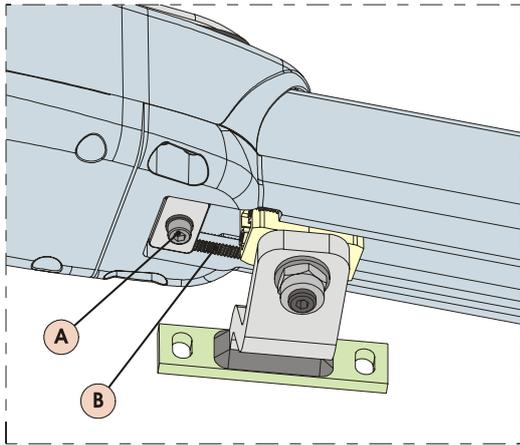

Abb. 17
- 3) Die Befestigungsschraube Abb. 17 – Bez. A lockern. Es ist nicht erforderlich, die Schraube vollständig abzunehmen.
**ACHTUNG:** Der mechanische Anschlag arbeitet gekoppelt mit einem Zahnsegment, Abb. 17 Bez. B. Bei Behinderungen während der Bewegung sicherstellen, dass die Kupplung frei ist. KEINE GEWALT ANWENDEN.